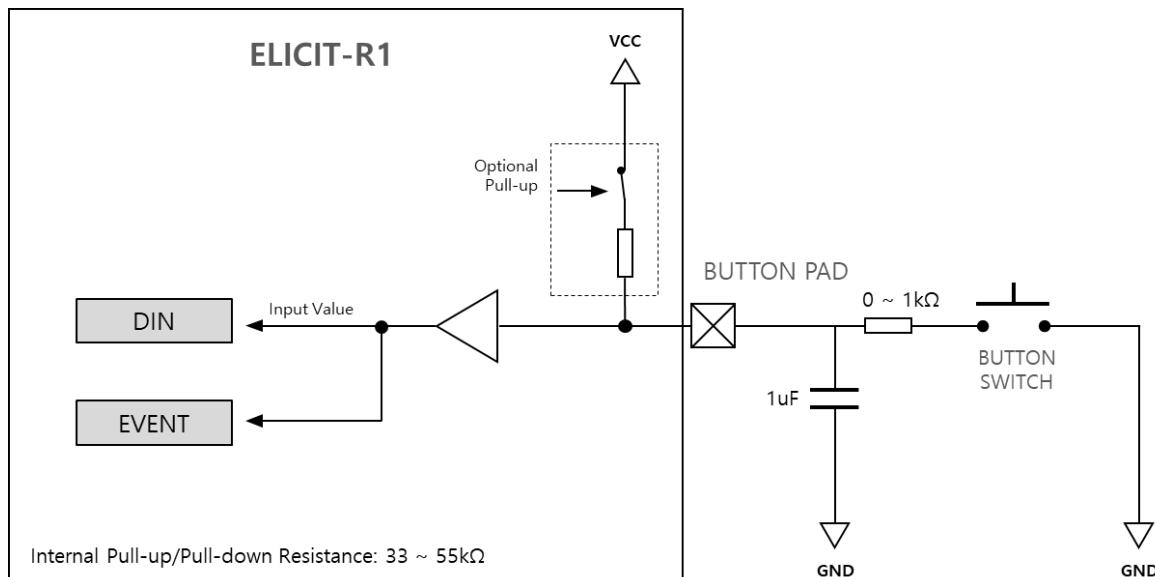
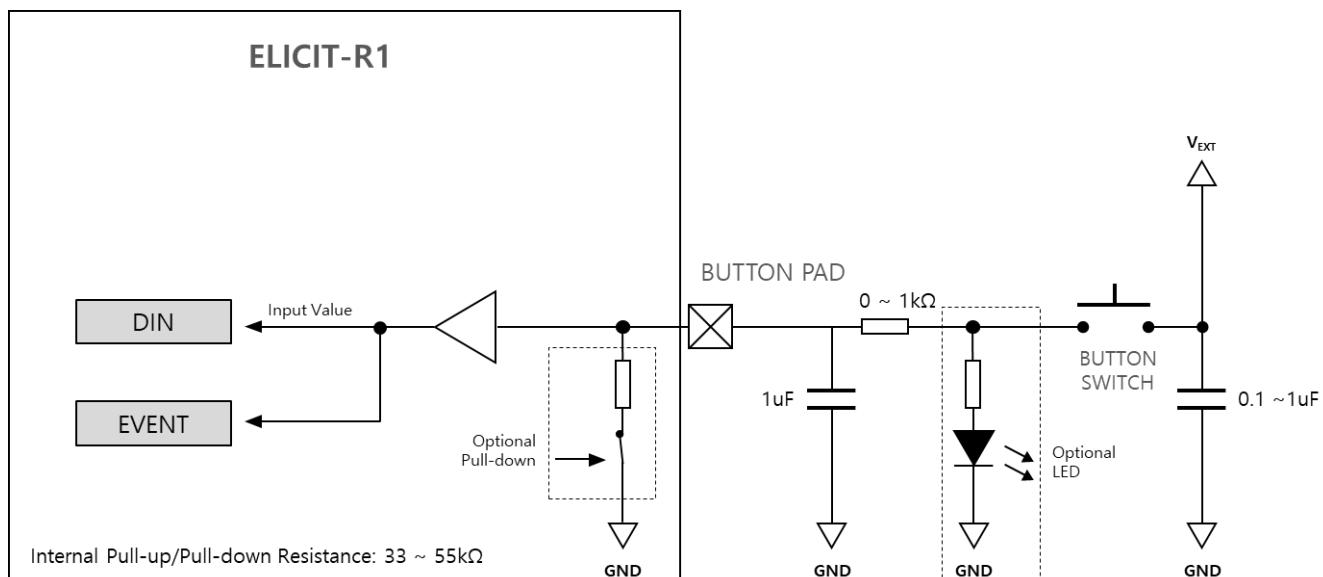

Figure 20 Button 회로(Pull-up, Debounce circuit)
Figure 21 Button 회로(Pull-down, Debounce circuit)
- [중요] 반드시 Chattering 방지 회로(debounce)를 외부에 구성하여 사용해야 함[Figure 20][Figure 21]